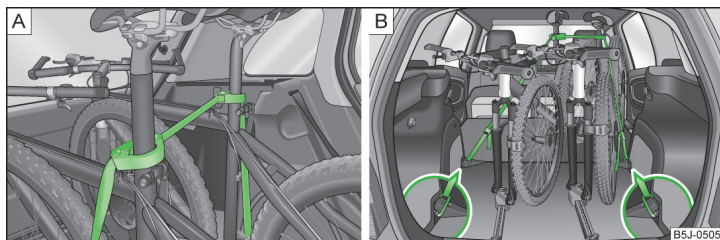

Fig. 76 Asegurar las bicicletas
- Coloque la abrazadera con la pieza de goma hacia delante (en el sentido de la marcha) en la parte más baja posible del soporte del sillín y ciérrela » fig. 76 - **A**.
- Para transportar dos bicicletas, tense la correa » fig. 76 - **A** entre los sillines separando las bicicletas.
- Enganche el mosquetón en los extremos de la correa en las argollas de sujeción detrás de los asientos traseros » fig. 76 - **B**.